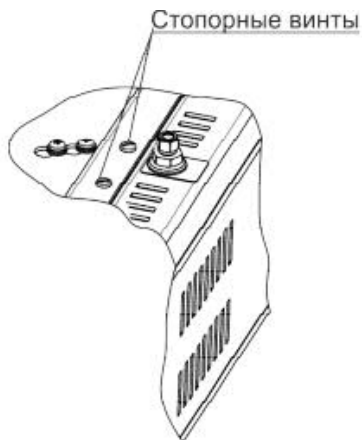

Рисунок 2.1 – Стопорные винты для фиксации измерительных блоков, блока измерения наливов, в транспортном положении
- для перевода блока измерения наливов в рабочее положение необходимо отвинтить стопорные винты (рис. 2.1), по 2шт. на каждый канал измерения подачи и обратки, поочередно отворачивая каждый из них на один-два оборота до полного освобождения измерительного блока. После этого винты необходимо снять с рамы. Операцию необходимо повторить для всех блоков измерительной системы.